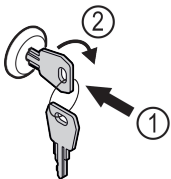

Fig. 87
- ▶ 按入钥匙 Fig. 87 (1)。
- ▶ 将钥匙顺时针转动 90° Fig. 87 (2)。